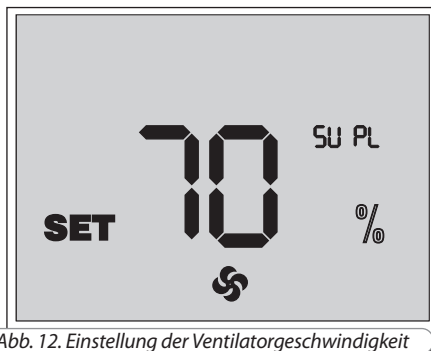

Abb. 12. Einstellung der Ventilatorgeschwindigkeit
■ Regelung der Leistung von Zuluftventilator: die Taste drücken und halten, dann die Taste zur Leistungserhöhung und die Taste zur Leistungsabsenkung drücken. Jede Betätigung der Taste oder erhöht oder vermindert die Ventilatorleistung um 1%. Wenn die Taste gedrückt bleibt, zeigt der Bildschirm des Bedienpultes die aktuelle Leistung des Zuluftventilators, Abb. 12.